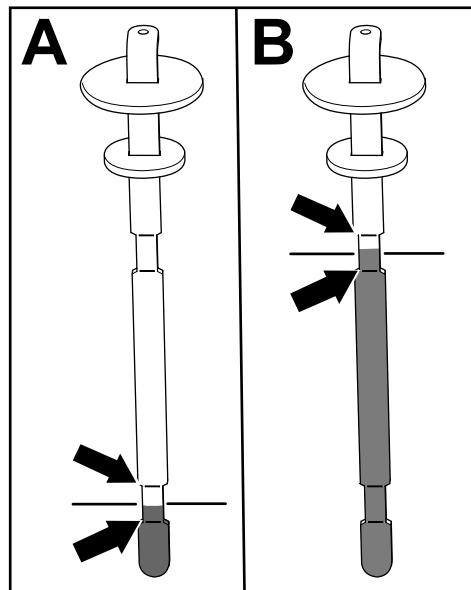

図 80
5. ディップスティックを抜いて油量を点検する 図 80。
2 本のマークの間であれば適切 A 図 80。その下のマークより上でもOK。
- ・ 油圧駆動式アタッチメント用ホースキットを搭載している場合オイル量がディップスティックについている上側の 2 本のマークの間であれば適切 B 図 80。